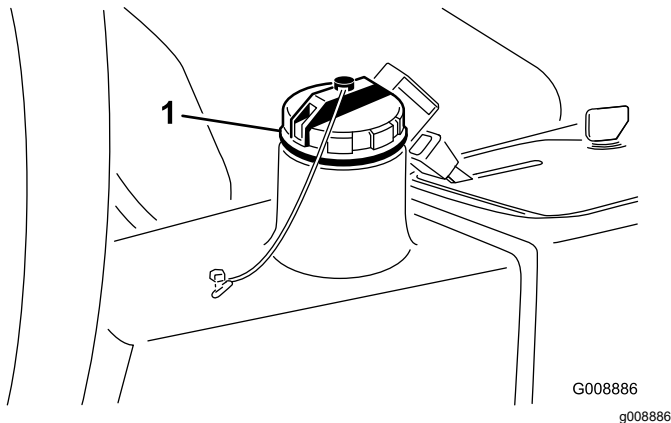

Рисунок 81
4. Залейте в гидравлический бак (Рисунок 81) приблизительно 13,2 литра гидравлической жидкости; см. Проверка гидравлической системы (страница 27).